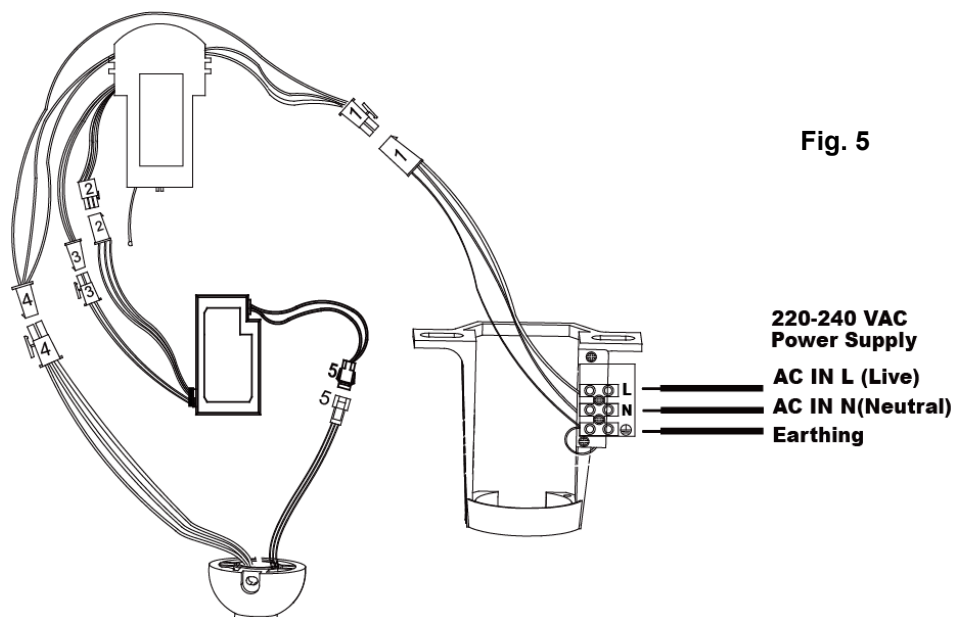

Fig. 5
3. Consultez le schéma de câblage prévu pour la connexion/installation électrique. **Fig.5.**
4. Après avoir terminé le câblage électrique au terminal du support de montage et le raccordement des câbles d'entrée de la puissance du récepteur à distance et le câblage fixe via les 4 ports de connecteurs rapides (1); connectez les câbles d'entrée de la puissance de commande de LED et la puissance de réception à distance via les 2 ports de connecteurs rapides (3); connectez les câbles d'entrée du signal PWM de la commande de DEL et câbles de sortie du signal PWM du récepteur à distance via les 3 ports de connecteurs rapides (2); connectez la sortie du ventilateur du récepteur à distance et les câbles d'entrée du moteur via les 4 ports de connecteurs rapides (4); également connecter les câbles de sortie de la commande de DEL et les câbles de la lampe de la DEL via les 3 ports de connecteurs rapides (5). **Fig. 5**